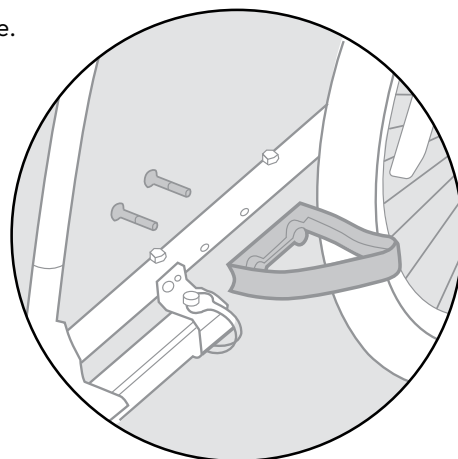

Figure 3
1. Insérez les boulons des garde-roues par le tube du cadre. Les orifices des garde-roues doivent se trouver en face des boulons. Serrez avec la clé hexagonale (Figure 3).